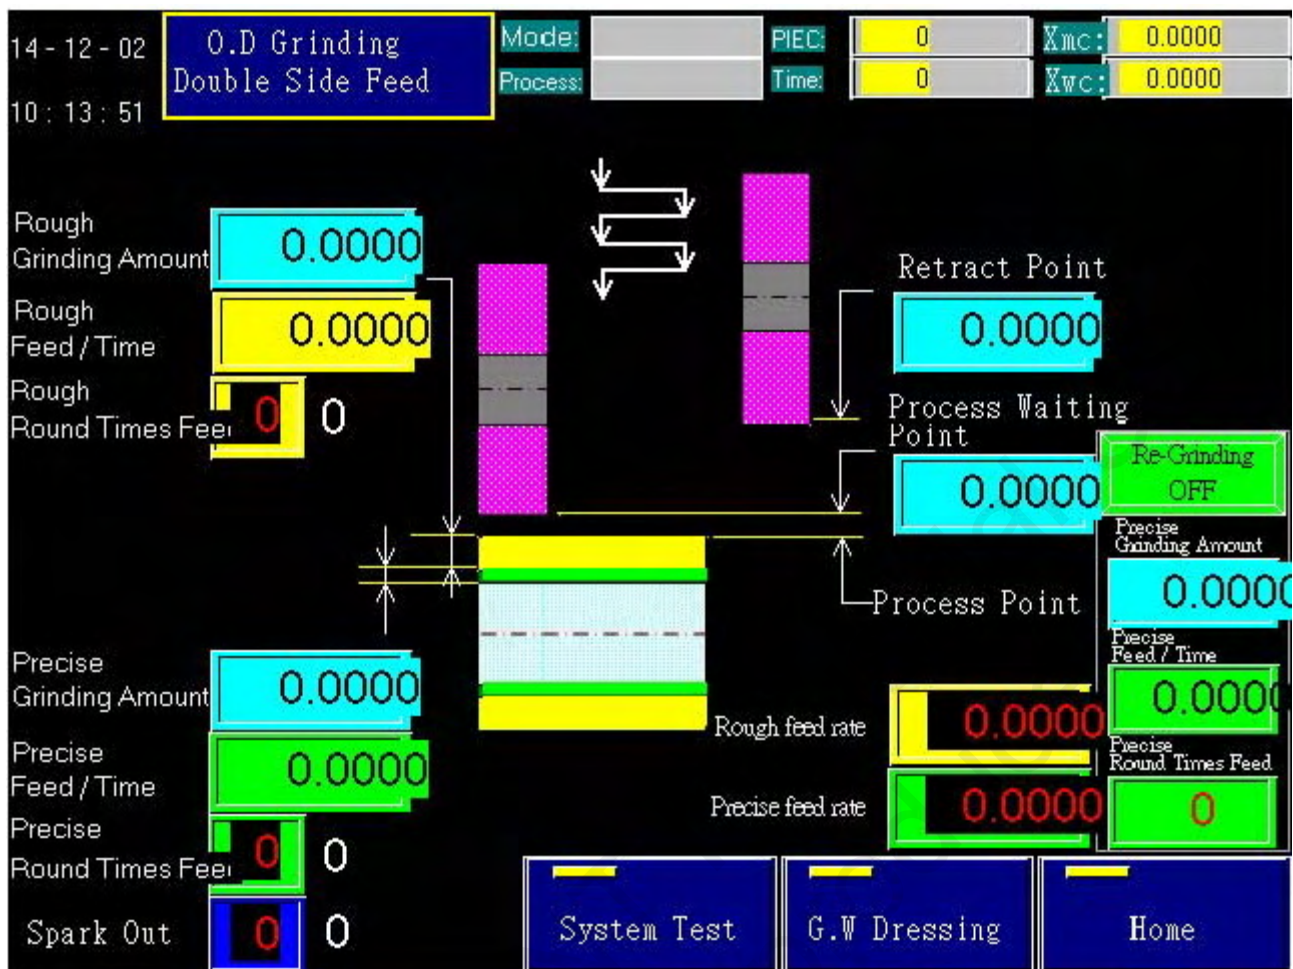

Figure 6-11
V. 「O.D Grinding Double Side Feed」 parameter setting: As shown in Figure 6-11